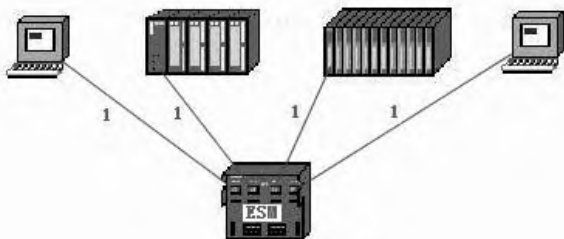

图 7-51 星型拓扑图应用
(3) 以太网的拓扑结构
① 星型 管理方便、容易扩展、需要专用的网络设备作为网络的核心节点、需要更多的网线和对核心设备的可靠性要求高。采用专用的网络设备 (如集线器或交换机) 作为核心节点, 通过双绞线将局域网中的各台主机连接到核心节点上, 这就形成了星型结构。星型网络虽然需要的线缆比总线型多, 但布线和连接器比总线型的要便宜。此外, 星型拓扑可以通过级联的方式很方便地将网络扩展到很大的规模, 因此得到了广泛的应用, 被绝大部分的以太网所采用。如图 7-51 所示, 1 台 ESM (Electrical Switch Module—交换机) 与 2 台 PLC 和 2 台计算机组成星型网络, 这种拓扑结构, 在工控中很常见。